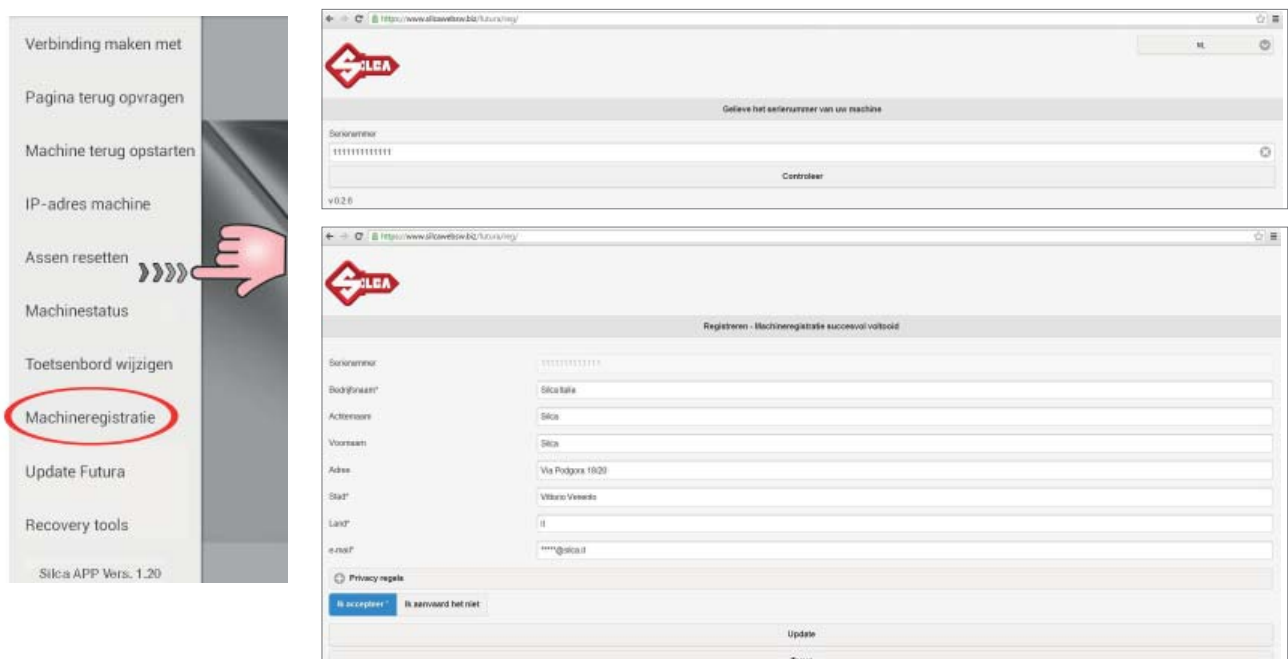

Fig. 9
- Raak "Machineregistratie" aan (Fig.9).